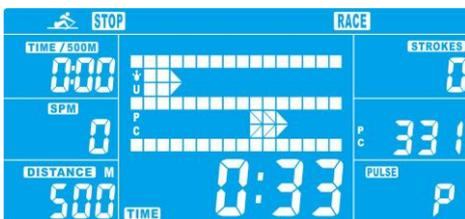
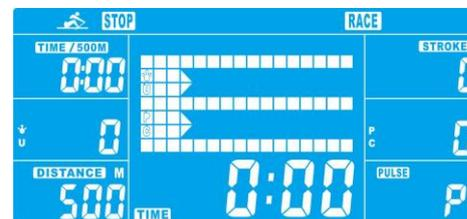

Figure12
Figure13
7.3 Appuyer sur la touche START/STOP pour commencer l'entraînement. L'écran LCD affichera USER & PC workout status (statut entraînement utilisateur & ordinateur) (figure 12). Affichage de la distance d'entraînement ordinateur dans la colonne PC et de la distance de l'utilisateur dans la colonne USER (utilisateur) (figure 13).